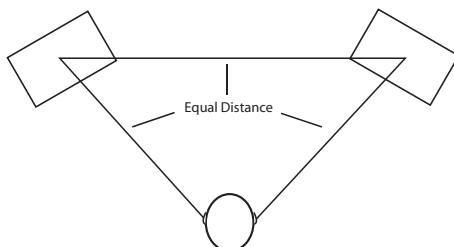

Figura 2. Prime Listening Spot
*Cuando coloque los monitores le interesarán configurarlos en lo que se conoce habitualmente como el "triángulo de mezcla". En esta configuración ideal, el espacio entre los monitores izquierdo y derecho es igual a la distancia desde el oyente a cualquiera de los monitores, formando un triángulo equilátero (Figura 2)*